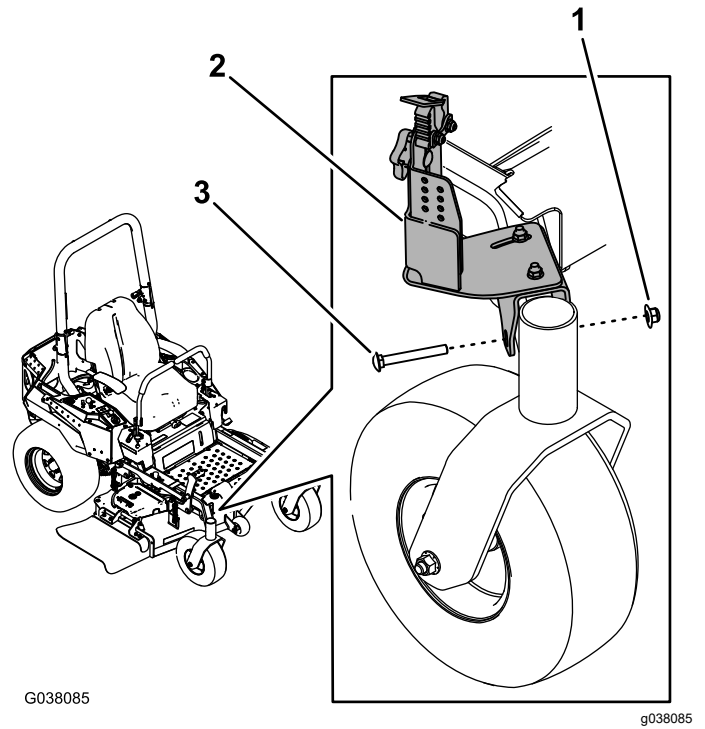

Bild 8
3. Befestigen Sie die vordere Befestigung mit der breiten Bundmutter ($\frac{3}{8}$ "") und der Schlossschraube ($\frac{3}{8}$ " x 3"") über dem Rahmen in der Nähe des rechten Laufrads, wie in Bild 8 abgebildet.